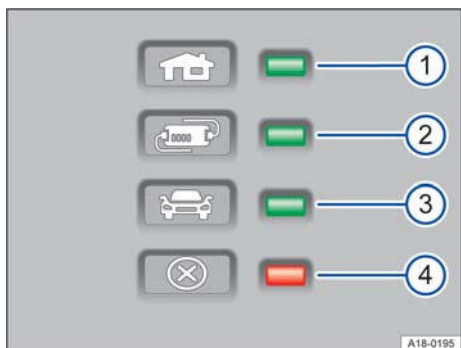

Bild 2 Varnings- och kontrollampor på laddkabelns skyddsanordning.
Tack vare den elektroniska skyddsanordningen → bild 2 är laddkontakten strömlös tills den sätts in i bilens ladduttag.
En eller flera kontrollampor → bild 2 ①, ② resp. ③ lyser grönt.
Indikering → bild 2	Betydelse
① lyser	Laddkabeln är ansluten till elnätet.
①, ② lyser, ③ blinkar	Högspänningsbatteriet laddas.
①, ② och ③ lyser	Laddning avslutad. Högspänningsbatteriet laddades.
**i** Laddkabel, som har levererats utanför Norge, kan ofta inte användas i Norge för laddning via eluttag. Varningslampan → bild 2 ① indikerar inget på grund av att elnätet avviker.